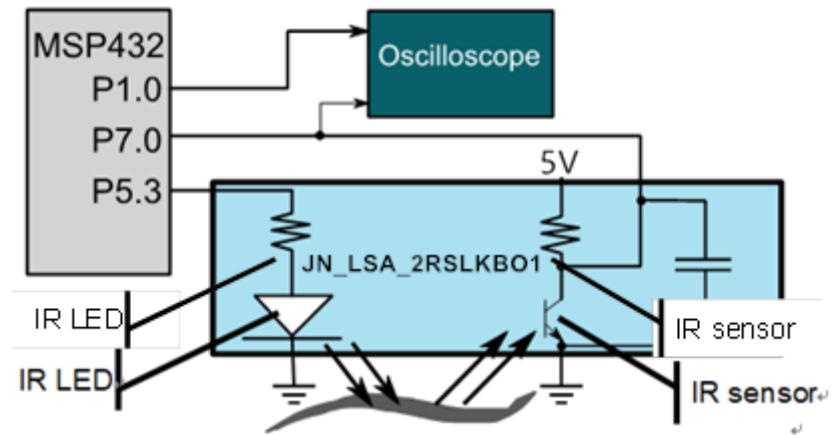

图 7.关于一个传感器的硬件配置
我们将使用 Port 5， bit 3 作为输出， 连接到循线传感器的 IR 引脚。 P5.3 打开红外 (IR) LED， P7.0 连接到 JN_LSA_2RSLKBO1 的一个传感器引脚， 并将 P1.0 设置为数字输出（在本节中用于测试）。见图 7。尤其是， 本节的目的是观察给定表面的反射如何影响 P7.0 上的电压， 以及微控制器如何根据反射表面的颜色将 P7.0 上的电压转换为二进制数据。
注：基本上，正在发生的事情是 P7.0 上的 10us 输出脉冲对 JN_LSA_2RSLKBO1 电路板上的电容充电（见图 7）。一旦微控制器将引脚设置为输入，光敏晶体管上的反射光就会使电容器放电。晶体管在白色反射面上具有更多的光，并通过集电极 - 发射极传导更多电流。该电流使电容器放电。注意白色面放电更快，P7.0 下降得更快。使用 P7.0 的上升沿作为 0 的时间参考，测量白色